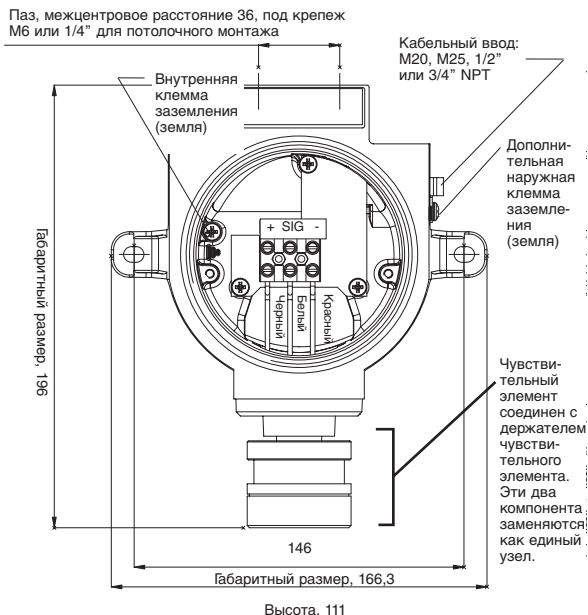

Рис. 10. Чертеж детектора **Xgard**, тип 4, с указанием размеров
**Примечание.** Заземление детектора газов Xgard выполняется с помощью встроенной клеммы заземления (см. рис. 10). Внешняя клемма заземления (см. рис. 10) может использоваться только для дополнительного электрического соединения и только если это разрешено или требуется местными органами власти. Для ограничения радиочастотных помех соединительную коробку и оплетку кабеля следует заземлить на панель управления. Заземляющие соединения можно выполнять только в безопасной зоне, при этом следует избегать образования контуров заземления.
Подробный чертеж детектора **Xgard** типа 4 приведен на рис. 10.
8. Подсоединить провода чувствительного элемента, как показано на рис. 10.